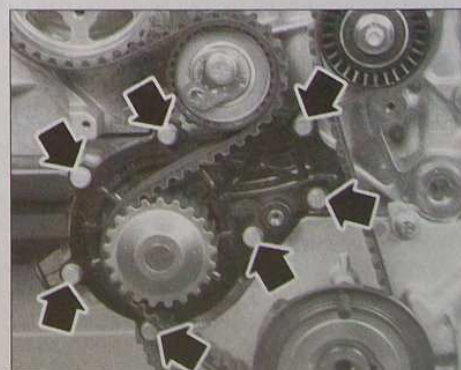

FIG.23
- Déposer les vis de fixation de la pompe à eau et la dégager (Fig.23).